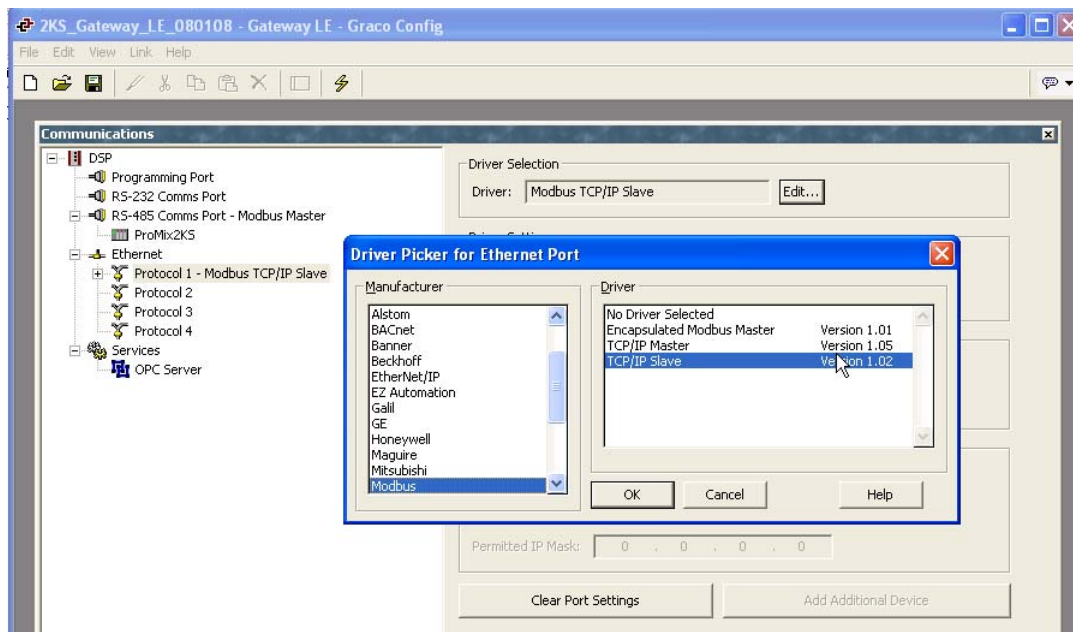

FIG. 20: Välj protokoll
2. Se FIG. 20. Markera Protocol 1. Klicka på Edit-knappen på den högra sidan av fönstret för att öppna Driver Pick-fönstret. Välj ett protokoll från